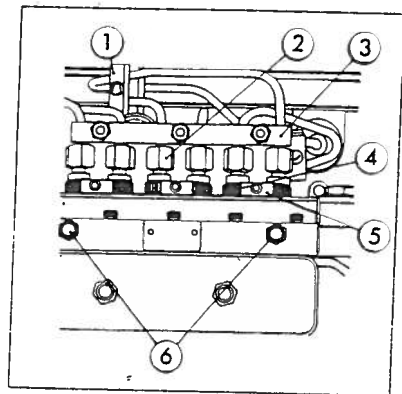

Fig. 21 Innsprøytningspumpe
5. Ta av klemmene til dyserøret (fig. 21).